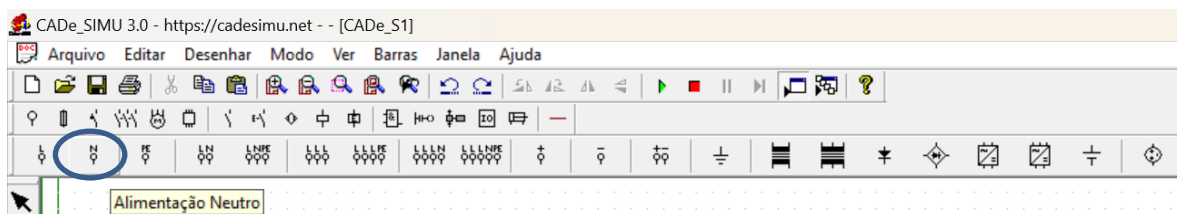

Figura 28 – Alimentações/Neutro
15) Precisamos do neutro também. Assim clicamos em “Alimentações” e depois em “Neutro” (Figura 28).